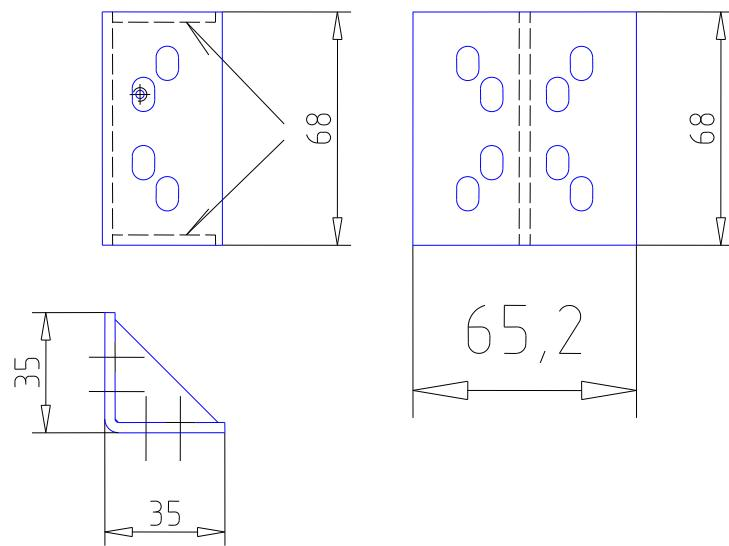

Рисунок 3.7 – Батарейный стеллаж Штиль MBS-02. Опора (переходник для вертикального масштабирования стеллажей)
4.1 Закрепить винтами M6*16 опоры (рисунок 3.7) на стойках изделия (рисунки 3.4, 3.5).